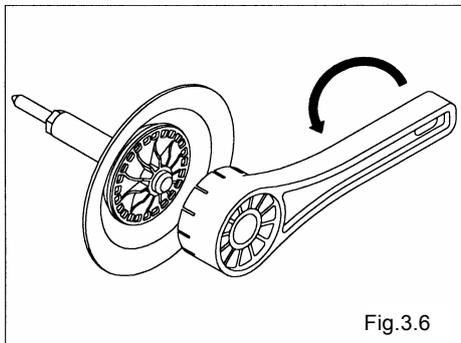

Fig.3.6
- Retire el disco central con SuPaNa (21 mm) y quite el diafragma, el disco central y la junta tórica (PC, PT) del pistón central. (tipo AD-10P\_) [Fig. 3.6]
- Retire el disco central con la herramienta suministrada (herramienta especializada: pieza N° 771244) y quite el diafragma, el disco central y la junta tórica (tipo \_T) del pistón central. (tipo AD-25P\_) [Fig. 3.6]
- Retire el disco central con la llave PP (herramienta especializada: pieza N° 771868) y quite el diafragma, el disco central y la junta tórica (tipo \_T) del pistón central. (tipos AD-40P\_, AD-50P\_ y AD-50V\_) [Fig. 3.6]